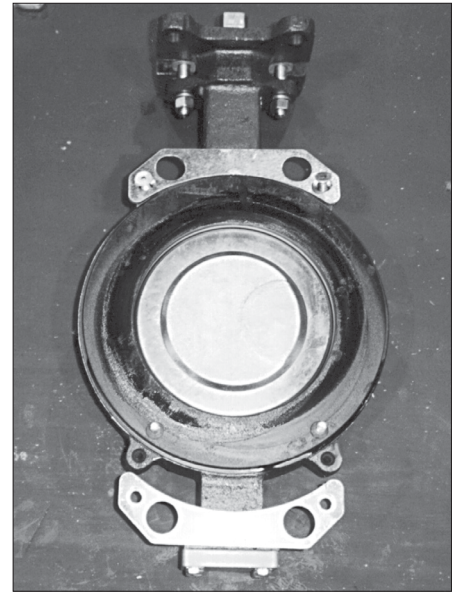

Figura 3 - Anello di serraggio sede e componenti.
Rimuovere l'anello di tenuta della sede (23) rimuovendo le viti a testa esagonale (24) dall'anello di tenuta della sede per l'esecuzione lug o la vite della piastra di ritegno (34) alle piastre di centraggio (33) e/o dai fermagli (35) per l'esecuzione wafer. (vedere Figura 3)